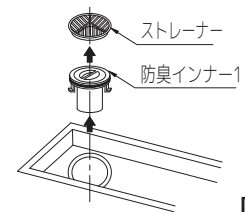
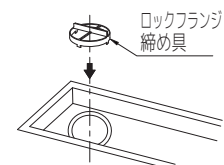

図3
図4
- ③ストレーナーと防臭インナー1を取り出して（図3）、付属の締め付け具にてロックフランジと排水トラップ本体を締め付けてください。（図4）
- ④上フタを排水ユニット本体にセットしてからモルタルで固定、もしくはアンカー材溶接にて固定してください。